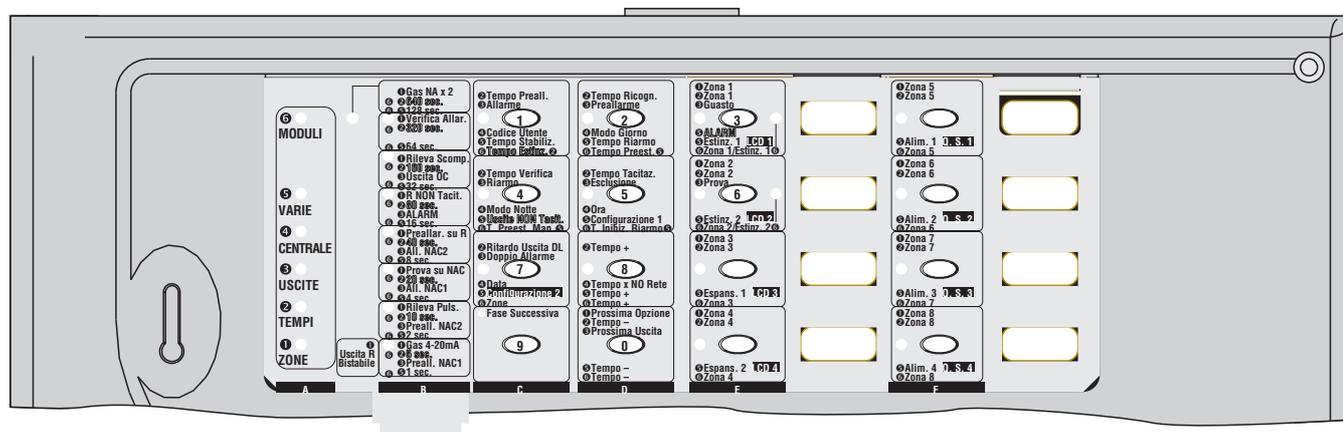

Figura 29 Applicazione della Mascherina di Programmazione alla centrale J408
4. Applicare la mascherina di programmazione fornita in dotazione al pannello della Centrale, come mostrato in Figura 29.